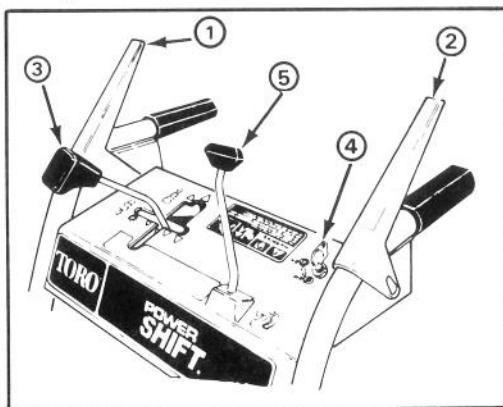

Abbildung 9
Räumwerk-Kupplungshebel (Abb. 9)—Dieser Hebel hat zwei Stellungen: EIN und AUS. Zum Einschalten des Räumwerks und Gebläses den Hebel zum linken Griffholm drücken. Um den Antrieb zu stoppen, den Hebel loslassen.
Antriebshebel (Abb. 9)—Dieser Schalter hat vier Gänge nach vorwärts und zwei nach rückwärts; er steuert auch den Power Shift-Betrieb der Räder.
Räumwerk-Sperre (Abb. 9)—Wenn sowohl der Räumwerk-Kupplungshebel als auch der Antriebshebel gedrückt werden, sperrt der Antriebshebel den Räumwerk-Kupplungshebel nach unten. Durch Freigabe des Antriebshebels wird der Räumwerk-Kupplungshebel freigegeben..
Auswurfkontrolle (Abb. 9)—Auswurfkontrolle im Uhrzeigersinn rotieren, um den Auswurf nach rechts zu bewegen, und gegen den Uhrzeigersinn, um den Auswurf nach links zu bewegen.
Auswurfkontrolle (Abb. 9) — Auswurfkontrolle im Uhrzeigersinn rotieren, um den Auswurf nach rechts zu bewegen, und gegen den Uhrzeigersinn, um den Auswurf nach links zu bewegen.
Zündschloß (Abb. 9) — Das Zündschloß hat zwei Stellungen: EIN und AUS. Den Zündschlüssel EIN drehen, ehe der Motor mit dem Rücklaufstarter angeworfen wird. Zum Abstellen des Motors den Schlüssel auf AUS drehen.
1. Die Speed-Shift-Steuerung in die Leerlaufstellung (N) und die Drossel auf "schnell" (FAST) stellen (Abb. 9).
4. Den Zündschlüssel auf EIN drehen (Abb. 9).
1. Räumwerkkuplungshebel und Antriebshebel lösen (Abb. 9).
2. Die Speed-Shift-Steuerung in die Leerlaufstellung (N) stellen.